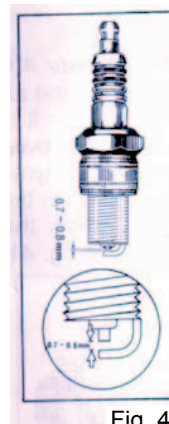

Fig. 41
- 3.3.7 Rimettere in posizione la carenatura. *Se si ha a disposizione uno spessimetro è possibile controllare l'apertura tra gli elettrodi nella candela. Quest' apertura dovrebbe essere di 0.7-0.8 mm (fig. 41). Per regolare nuovamente l'apertura è preferibile rivolgersi ad un centro assistenza LML autorizzato.*